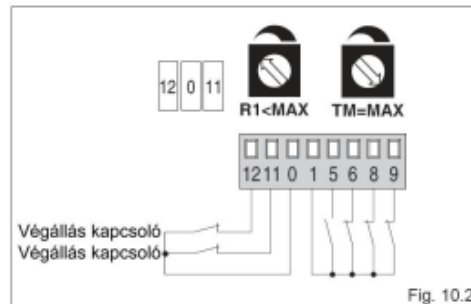

Fig. 10.2
- (Fig. 10.2) Az ajtószárny megáll a végállás kapcsolóknál és akadályra ellenirányú mozgást végez.